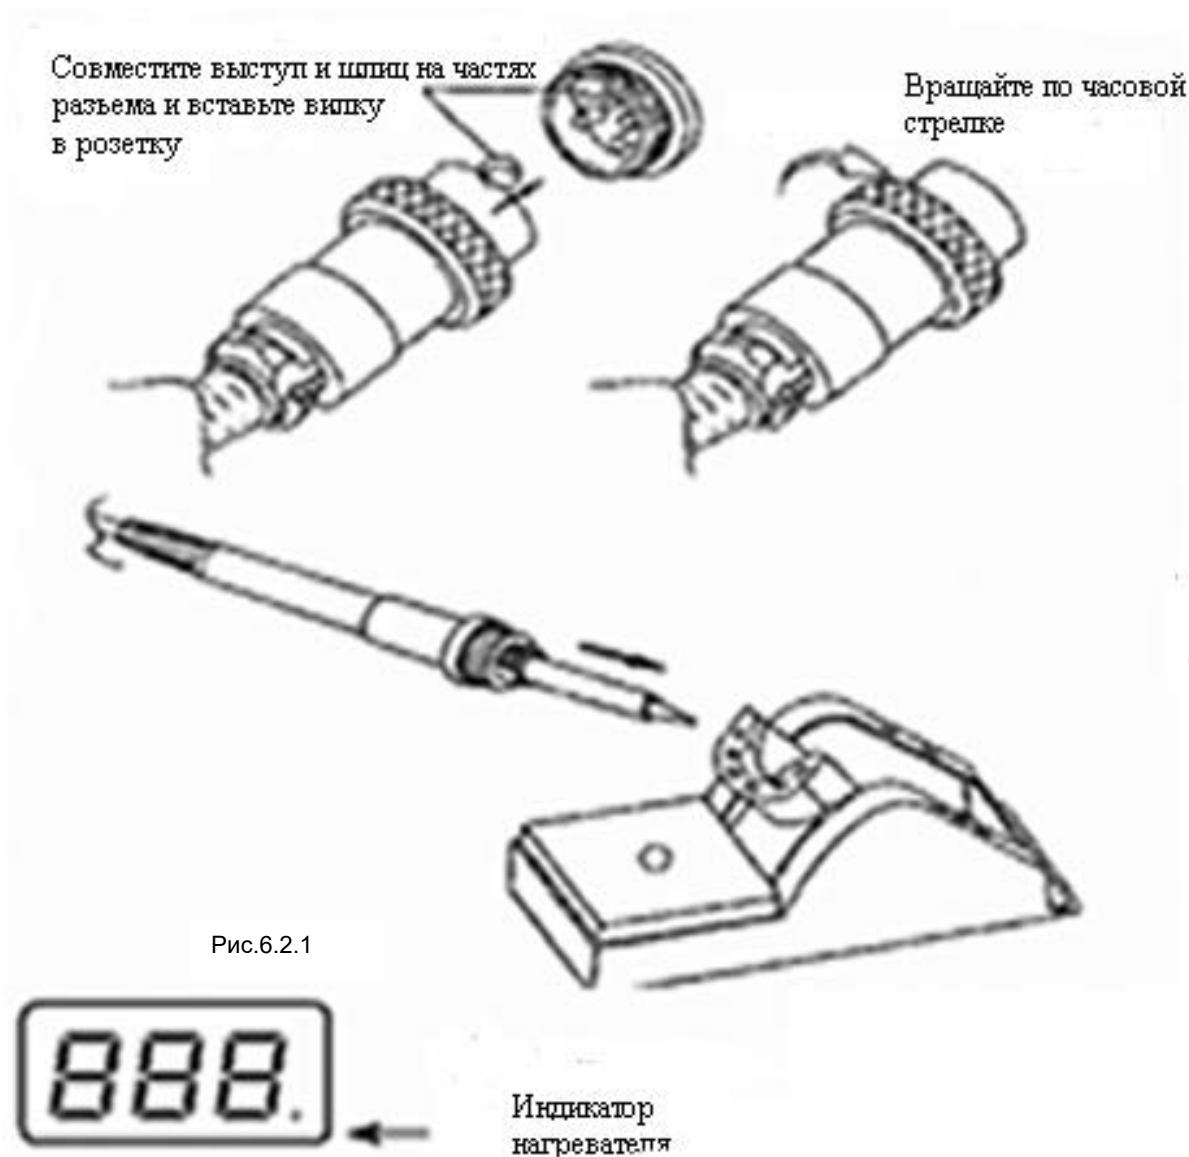

Рис.6.2.1
- Нажмите кнопку "°C" для отображения на дисплее установленной температуры. Значение температуры отображается в течение двух секунд (см. рис.6.2.1).